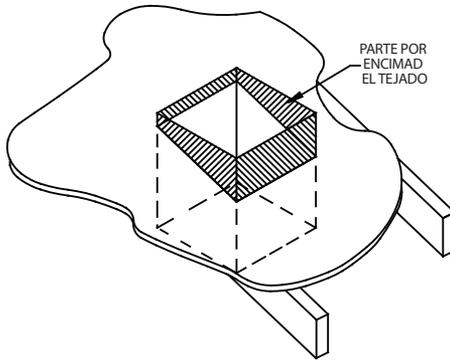
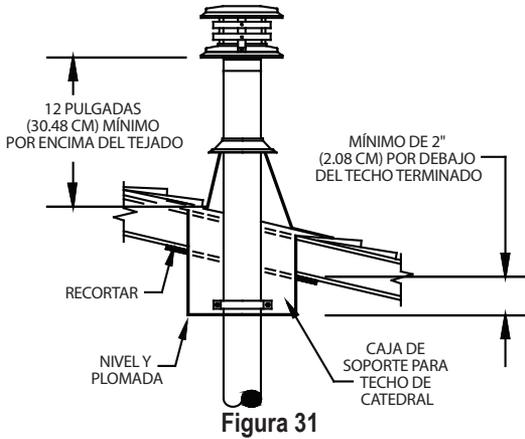

Figura 30
Figura 31
6. Coloque la caja de soporte a través del tejado, como se muestra en la (**Figura 30**) y colóquela de modo que la parte inferior de la caja de soporte sobresalga al menos 2 pulgadas (5.08 cm) por debajo del lado inferior de la abertura en el techo terminado (**Figura 31**). Alinee la caja de soporte vertical